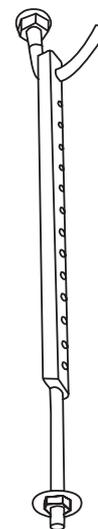

Fig. 4.4
4. Installare i quattro bulloni di sospensione (Fig. 4.4).